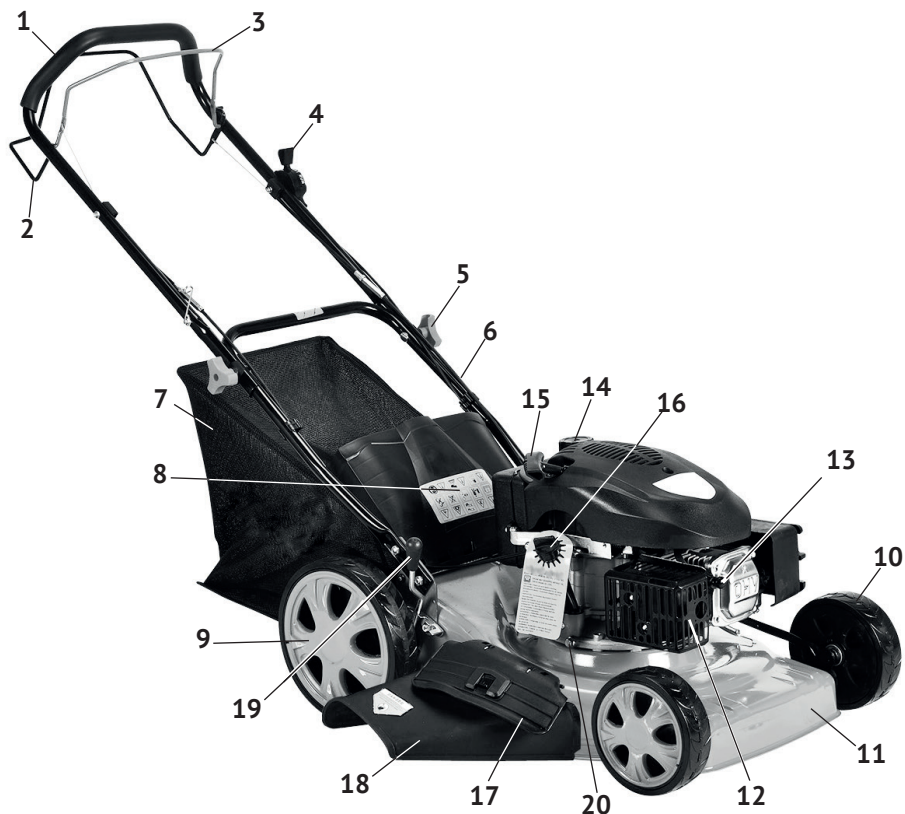

рис.1
4.1 Общий вид газонокосилки представлен на рис.1
Двигатель с вертикальным расположением коленчатого вала, закреплён на металлическом корпусе (рис.1 поз.11) газонокосилки. Режущий нож крепится на фланец коленчатого вала с помощью фиксирующего болта. Травосборник (рис.1 поз.7) крепится к корпусу задней крышкой (рис.1 поз.8).
Работа двигателя автоматически регулируется рычагами: управления (рис.1 поз.3) и дроссельной заслонки (рис.1 поз.4). Запуск двигателя осуществляется рукояткой ручного стартера (рис.1 поз.15).
Ремённой передачей с вала двигателя крутящий момент передаётся на редуктор привода оси задних колёс. При нажатии на рычаг (рис.1 поз.2) задние ведущие колёса обеспечивают скорость движения газонокосилки, синхронизированную с оборотами двигателя (регулируются рычагом дроссельной заслонки: от « » до « »).
Высота срезаемой травы определяется синхронной установкой осей колёс в одно из 7-ми фиксированных положений в интервале от 18 до 68 (от 20 до 70) мм от ножа до земли. Высота среза устанавливается рычагом (рис.1 поз.19).
Скошенная трава отбрасывается в сторону оператора в отверстие задней части корпуса. Опущенная задняя крышка (рис.1 поз.8) выполняет роль отражателя, направляя выходящий поток со срезанной травой к земле. При установленном травосборнике (рис.1 поз.7), скошенная трава собирается в него. Газонокосилка может работать в режиме мульчирования – многократном измельчении травы с целью дальнейшего использования в качестве удобрения. При работе в этом режиме вместо травосборника, под заднюю крышку установить насадку (заглушка – входит в комплект поставки, см. рис.6) и установить направляющий желоб.
6.2 Крепление тросов к рычагам: управления (рис.1 поз.3) и привода колёс (рис.1 поз.2). Закрепить металлический наконечник троса в специальное отверстие рычага управления (привода колёс) и зафиксировать, как показано на рис.3
6.3 Крепление рукоятки управления (рис.1 поз.1) с рычагами к нижней части рукоятки управления. Порядок сборки показан на рис.4
- закрепить каркас травосборника, опустив заднюю крышку (рис.1 поз. 8).
- поднять вверх заднюю крышку (рис.1 поз.8), отжав рычаг рис.6 поз.1), освободить крюки и отсоединить каркас травосборника от корпуса газонокосилки.
- опустить заднюю крышку (рис.1 поз.8) газонокосилки.
6.6 Установка направляющего жёлоба (рис.1 поз.18)
- поднять подпружиненную боковую крышку (рис.1 поз.17);
- вставить в пазы направляющий жёлоб (рис.1 поз.18);
- перед запуском двигателя необходимо 2 – 3 раза нажать кнопку подкачки топлива - праймер (рис.1 поз.13) для заполнения карбюратора топливом;